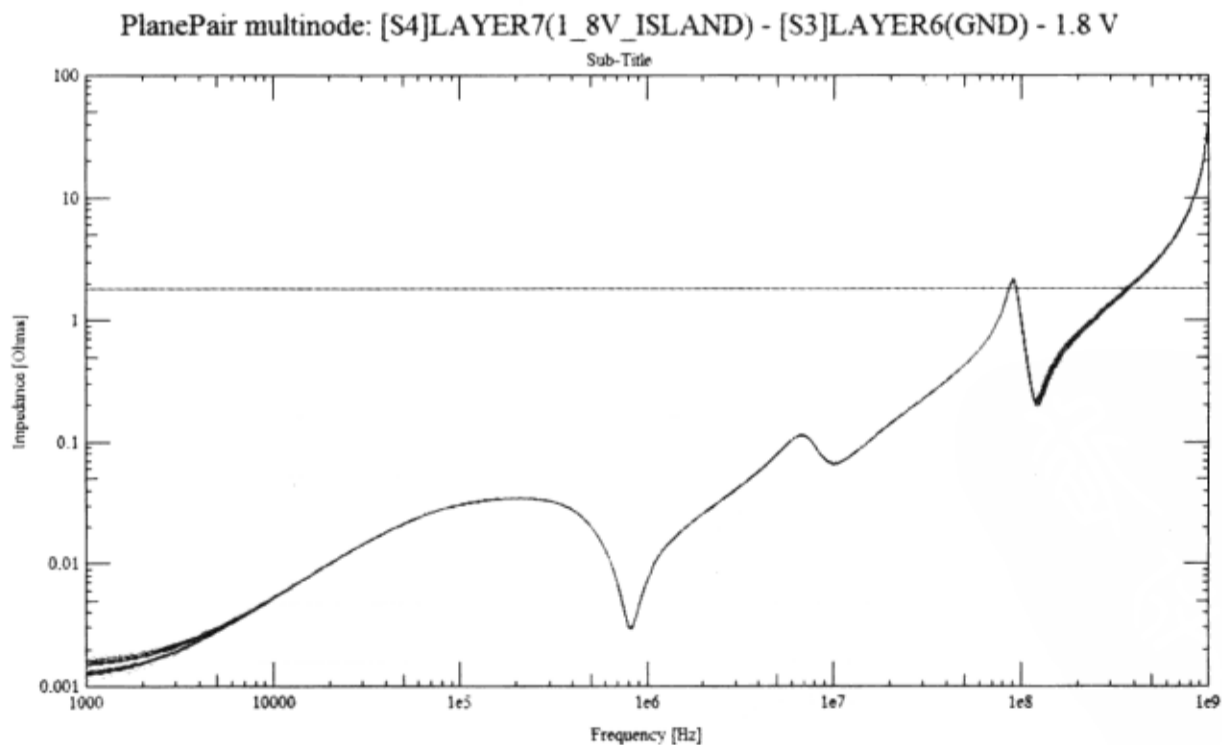

图 10-7-105 平面对多节点仿真结果
(6) 在“Power Integrity Design & Analysis”对话框中单击“Multi Node Simulation”按钮，仿真结果显示在频率接近 80MHz 时满足目标阻抗，如图 10-7-105 所示。和前面两个仿真结果类似，分析结果显示平面对并没有得到有效去耦。电源完整性工具提示只有一个同种类的电容器用于对平面对进行去耦。